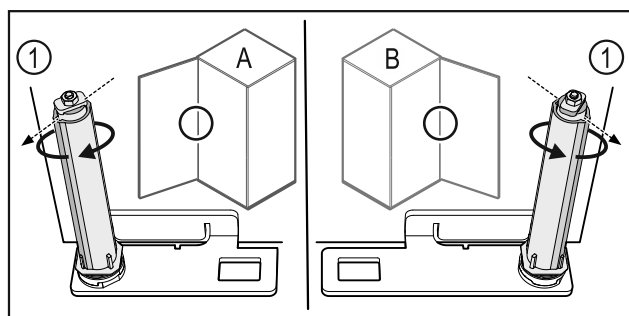

Fig. 56 Links scharnierend (A) / rechts scharnierend (B)
- Sluitsysteem tegen de weerstand in draaien tot het schot van het sluitsysteem Fig. 56 (I) naar buiten wijst.